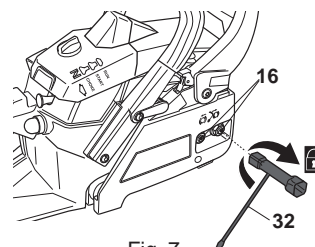

Fig. 7
- Fixez le couvercle (18) à l'aide des écrous de blocage (16) (Fig. 7).